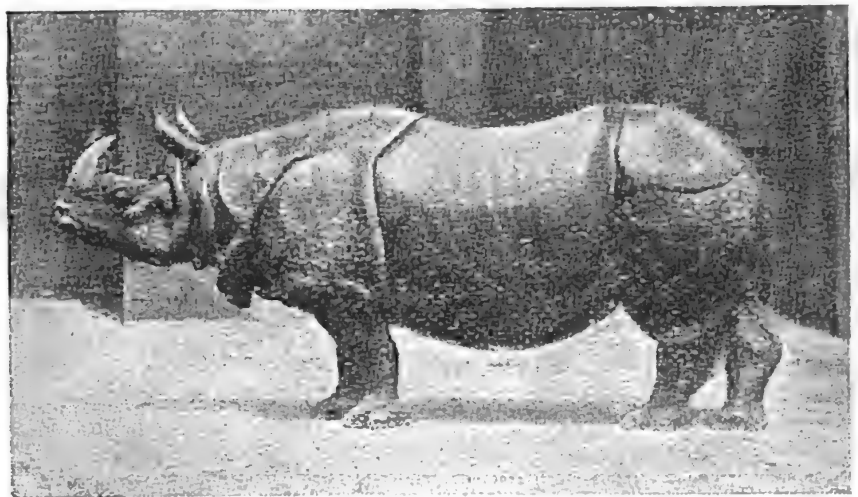

Fig. 197. — Un mammifère pachyderme (rhinocéros).
**2. Les pachydermes sont des herbivores non ruminants, à peau épaisse, et dont le pied a au moins trois sabots.** — Parmi eux on peut citer : l'*éléphant* (Asie et Afrique), remarquable par son nez allongé en forme de trompe et par ses deux énormes dents en ivoire appelées *défenses*; le *rhinocéros* (Afrique) [fig. 197], qui a sur le nez une corne très dure. Ces animaux ont presque la dentition des ruminants, leurs pattes sont terminées par trois doigts au moins, protégés chacun par un sabot corné. — Quelques pachydermes ont une dentition complète : l'*hippopotame* (Afrique), qui nage avec facilité et dont les dents fournissent de l'ivoire; le *sanglier* (Voir planche VII, p. 224) et le *porc*. Celui-ci est de plus omnivore 1.